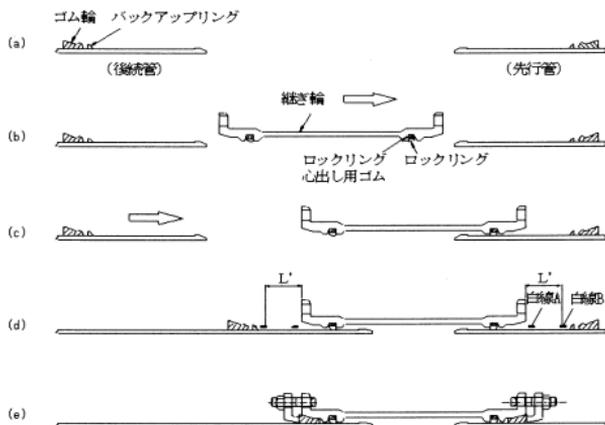

図49 継ぎ輪の施工手順(一方から順次配管していく場合)
先行管(先に布設した管)と後続管(先行管と接続する管)の挿し口にゴム輪およびバックアップリングを向きに注意してセットする。(図49(a))
4) ロックリングの拡大と同じ要領で、継ぎ輪の先行管側受口のロックリングを拡大し、ストッパをセットした後、継ぎ輪を先行管に預け、ストッパを引き抜く。(図49(c))
挿し口白線Bと受口端面の間隔を表6のL'にあわせて、継ぎ輪の位置を決める。(図49(d))。
押輪、ゴム輪、バックアップリング、T頭ボルトおよびナットを異形管（呼び径300～450）と同じ要領で取り付ける。標準締め付けトルクは表7に示す。(図49(e))